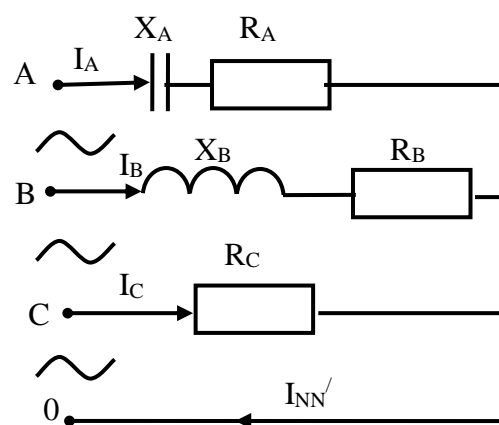

Рисунок 3.1 – Схема для расчета
1.1. Составить схему с учетом заданных сопротивлений для каждой фазы цепи (рисунок 3.1)